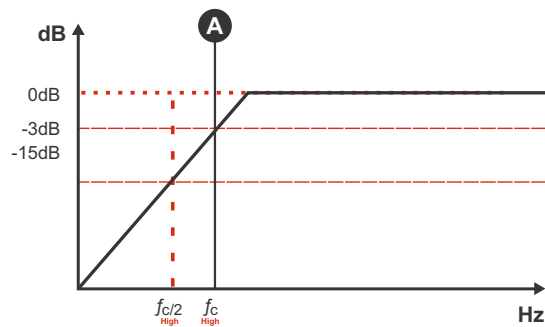

Figura 2
- Para utilização do filtro passa alta como na "Figura 2", posicione a chave na posição "FULL" e o controle variável "HIGH" na frequência onde deseja efetuar o filtro entre 5Hz e 80Hz (A).